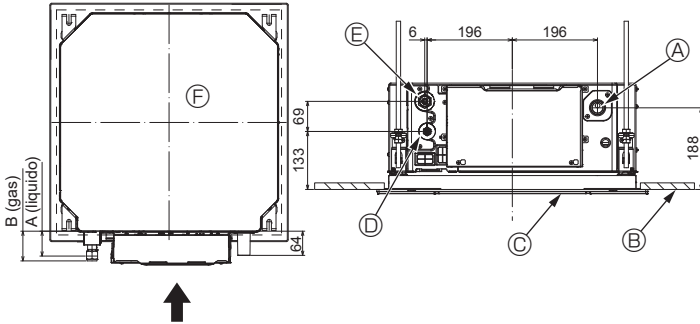

Fig. 5-7
5.4. Posizione della tubazione del refrigerante e di drenaggio (Fig. 5-7)